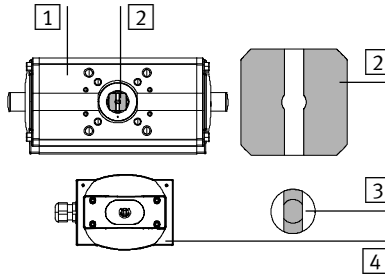

Fig. 9
5. Rikta sensorboxens axel med ett verktyg eller kopplingen så att kopplingen och vriddonets axel griper in i varandra på rätt sätt (exempel, se Fig. 9).